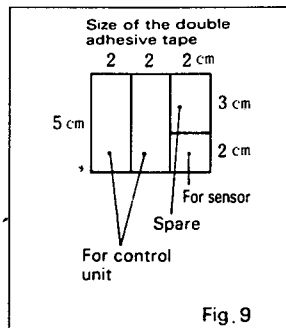

Fig. 9
- 传感器线引入后车箱后如果引线是从密封条下穿过，请在线上裹层保护带，如图9所示。
② 蜂鸣器部分连接线